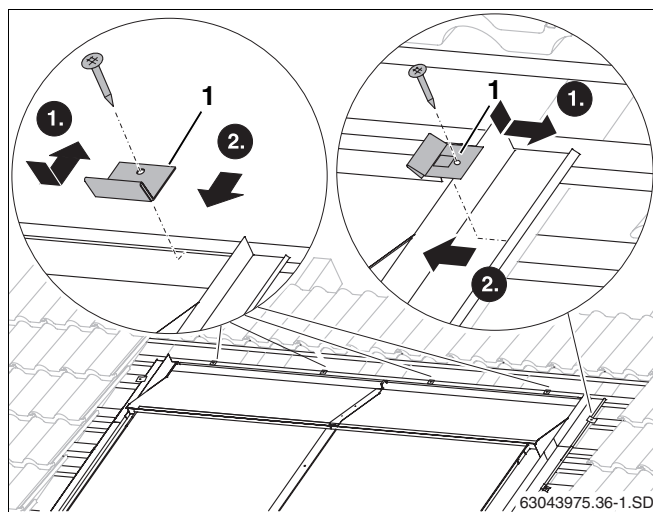

Рис. 60 Крепление накладных листов прихватами
- Уложить прихват (рис. 60, **поз. 1**) в кант накладного листа.